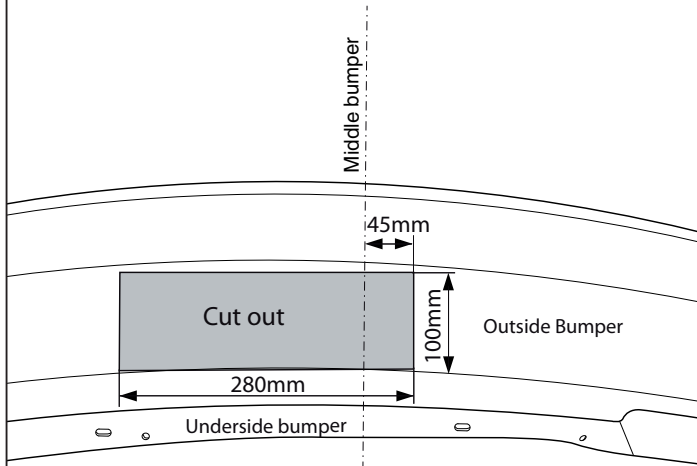

Fig. 2
7. Отпилить обозначенные части, как указано на рис. 2.